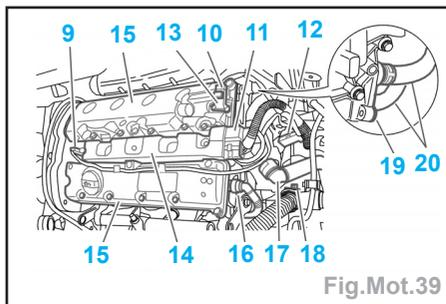

Fig.Mot.39
- Débrancher les connecteurs (9, 10, 11 et 12) (Fig.Mot.39).